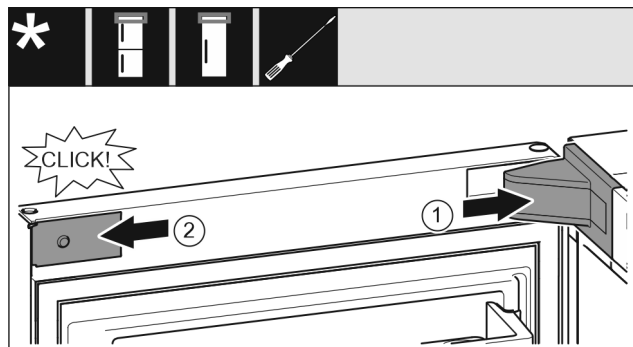

Fig. 22
- ▶ Uždėkite atraminės gembės dengiamąją plokštelę ir užfiksuokite, prireikus atsargiai išspauskite. Fig. 22 (1)
- ▶ Uždėkite ir užfiksuokite gaubtą. Fig. 22 (2)